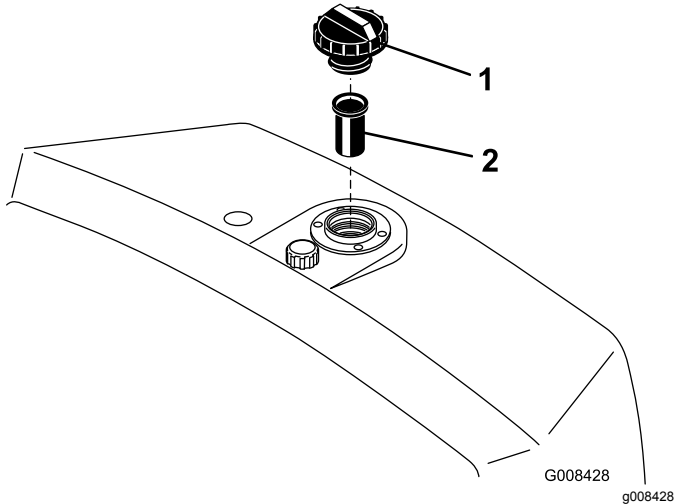

Figura 48
2. Togliete il tappo dal serbatoio e controllate il livello del fluido. Il fluido deve raggiungere la base del filtro presente nel collo del bocchettone di riempimento (Figura 48).